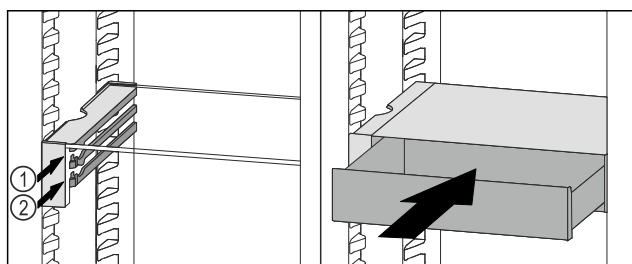

Fig. 85
- ▶ Așezați sertarul VarioSafe în spatele opritoarelor pe nervura dorită Fig. 85 (1) sau Fig. 85 (2).